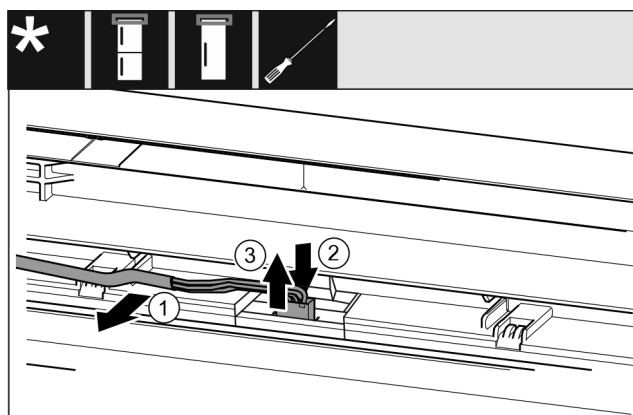

Fig. 19 Kombinace chladničky s mrazničkou / mrazničky / chladničky
- Kabel Fig. 19 (1) opatrně uvolněte z vedení ve dveřích.
- Zatlačte lamelu Fig. 19 (2) za zástrčku směrem dozadu.
- Zástrčku Fig. 19 (3) opatrně vytáhněte směrem nahoru.